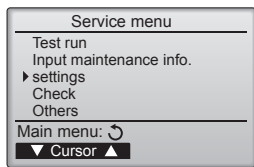

Fig. 6-2
6.2. Τηλεχειριστήριο (Fig. 6-2)
- ① (Fig. 6-2)